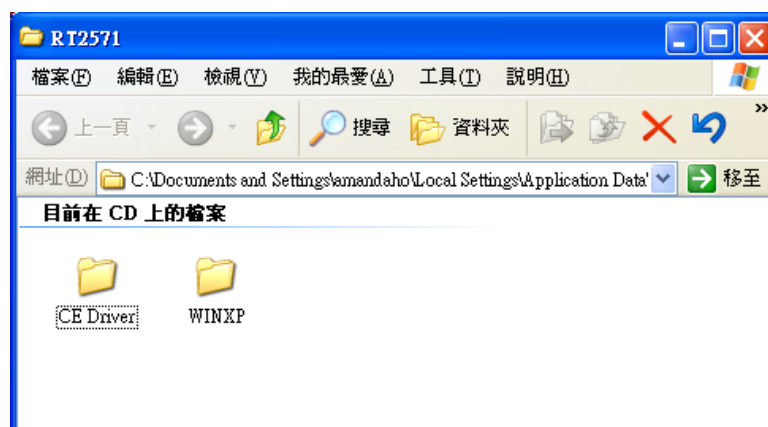

Abbildung 7-38: Drahtlos-Treiber Betriebssystem-Auswahl
Schritt 2: Ein neues Fenster öffnet sich (**Abbildung 7-38**). Wählen Sie ein Betriebssystem und doppelklicken Sie auf die Datei **Setup.exe** zur Installation des Drahtlos -Treibers.